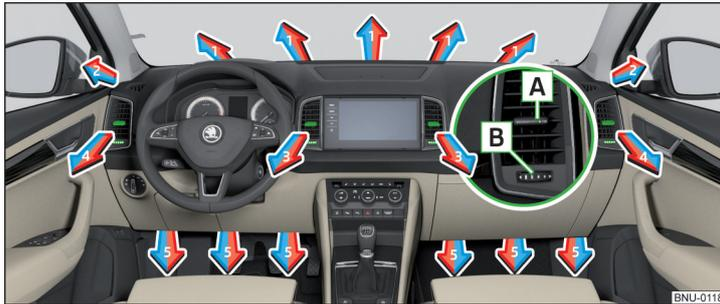
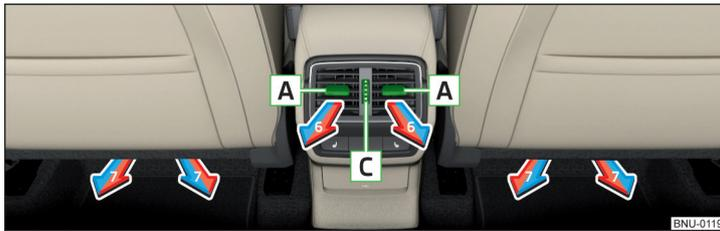

Abb. 161 Luftaustrittsdüsen
Abb. 162 Luftaustrittsdüsen hinten
Bei den Luftaustrittsdüsen **3, 4** » Abb. 161 und **6** » Abb. 162 kann die Luftströmungsrichtung geändert und die Düsen können auch einzeln geöffnet und geschlossen werden.
Die Einstellung der Luftstromrichtung erfolgt durch das Verschieben des Verstellelements **A** » Abb. 161 bzw. » Abb. 162 in gewünschter Richtung.
- › Den Regler **B** » Abb. 161 nach rechts drehen.
- › Den Regler **C** » Abb. 162 nach oben drehen.
- › Den Regler **B** » Abb. 161 nach links drehen.
- › Den Regler **C** » Abb. 162 nach unten drehen.
| Richtung des Luftaustritts einstellen | Luftaustrittsdüsen » Abb. 161 und » Abb. 162 |